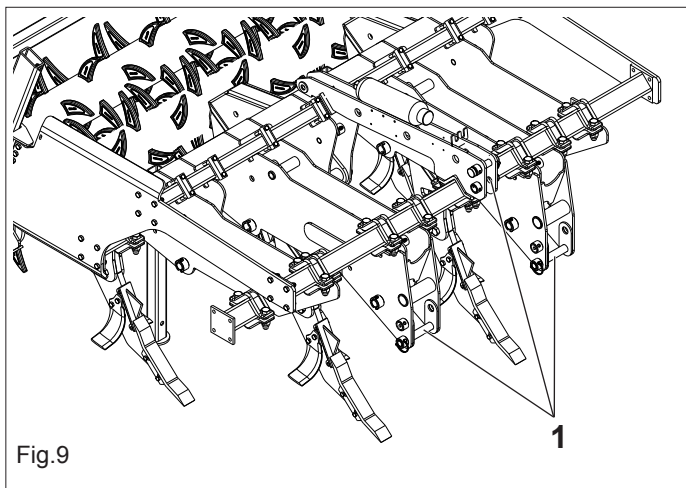

Fig.9
- 1) Agganciare le barre del sollevatore sui perni predisposti (1 Fig.9). Bloccare con le copiglie a scatto.